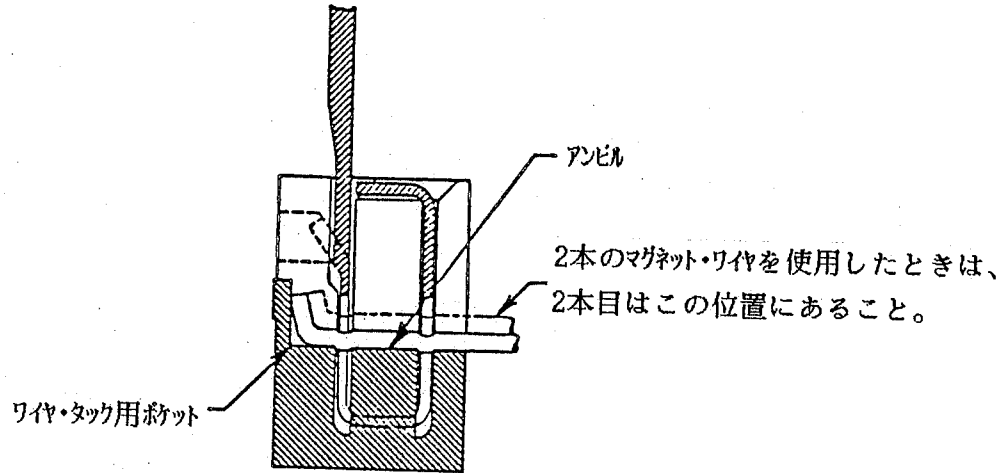

図8
- B. ターミナルをワイヤ・トリム・サポート及びワイヤ・タック用ポケットを持つキャビティ設計オプション(2)及び(3) (図3及び4参照)に挿入する場合、マグネット・ワイヤは図8に示す様にアンビルの上面に接触させること。この種のキャビティにはワイヤ・トリム・サポートが付けてあるのでマグネット・ワイヤは挿入前にその上のにり挿入の工程の進む間にその場所から内部にずれ込む。圧接結線が完了するとマグネット・ワイヤは図8に示すようにワイヤ・タック用ポケット内に収まっていること。